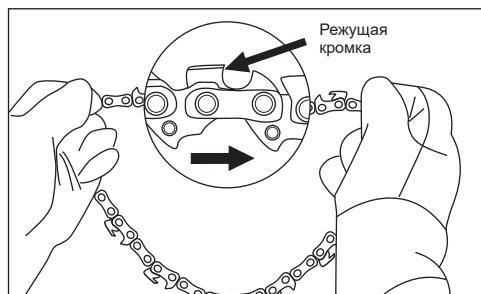

Рис. 19
3. Расстелите цепь в круг, направив режущие кромки в соответствии с указателями на защитной крышке и нашине бензопилы (рис. 19).